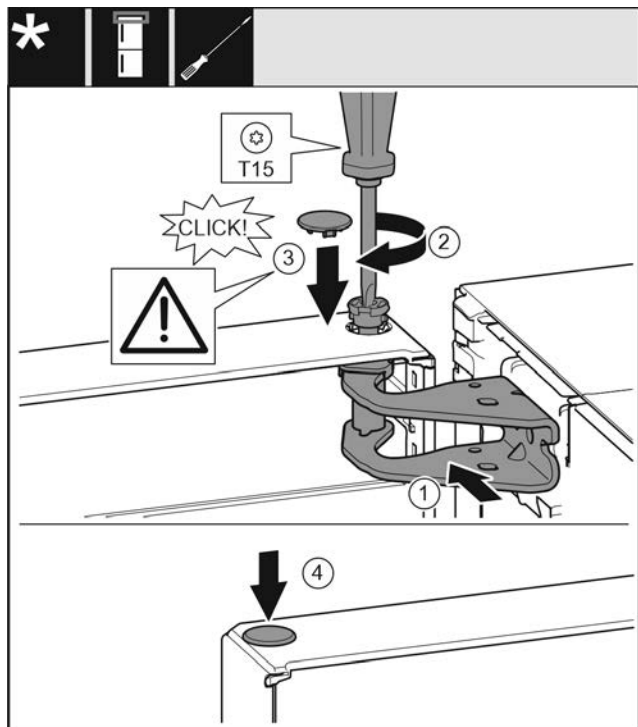

Fig. 19
- ▶ Выровняйте дверь вверх по отверстию в опорном кронштейне. *Fig. 19 (1)*
- ▶ Вставьте палец и затяните отверткой T15. *Fig. 19 (2)*
- ▶ Установите предохранительную крышку для защиты двери: Вставьте предохранительную крышку и проверьте, прилегает ли она к двери. В ином случае вставьте палец полностью. Fig. 19 (3)
- ▶ Вставьте заглушку. Fig. 19 (4)